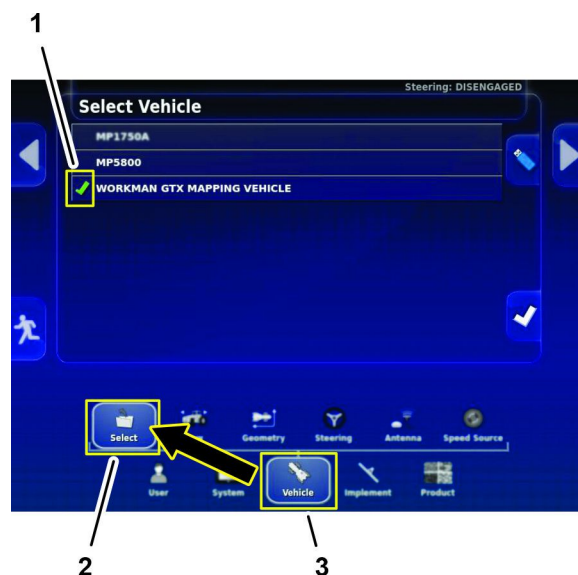

Figure 202
1. Sur l'écran de Configuration, appuyez sur l'icône VÉHICULE et l'icône NOUVEAU (Figure 202).